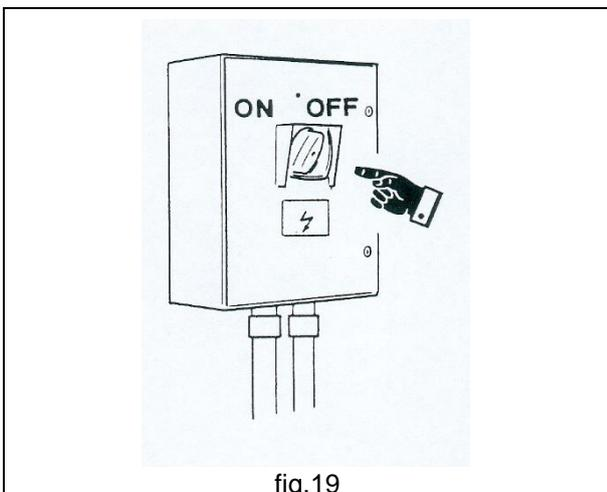

fig.19
- Vérifier la pertinence et le bon fonctionnement de l'alimentation électrique: (fig.19)